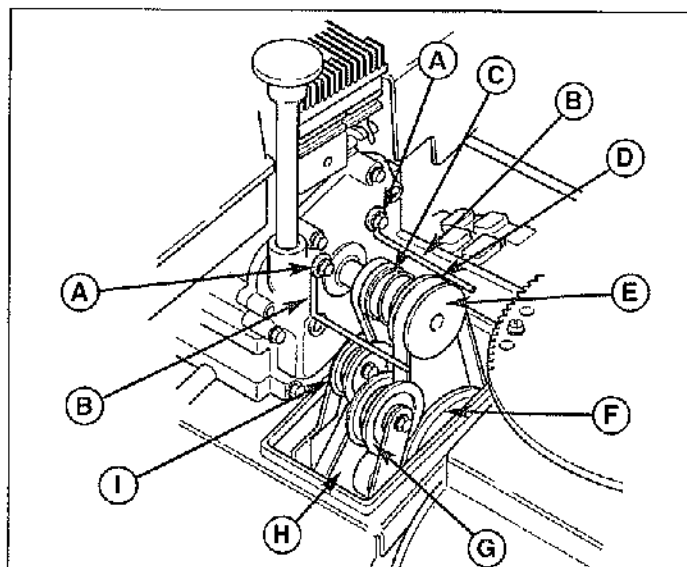

Figure 23. Courroies et poulies
3. Déplacer les guides de courroie (B, Figure 23) en desserrant les deux vis (A).
- a. Glisser la courroie de la fraise (D, Figure 23) hors de la poulie folle en la poussant à l'écart de la poulie puis vers l'arrière.
- a. Écarter la poulie folle (I, Figure 23) de la courroie et dégager la courroie de la poulie.
- b. Glisser la courroie hors de la poulie de traction puis de la poulie du moteur. Il est possible de pivoter le bras de la poulie folle avant (G, Figure 23) afin de ménager plus d'espace lors de la dépose de la courroie hors de la poulie de traction.
- c. Extraire la courroie en la passant entre la poulie de fraise (F, Figure 23) et la poulie de traction.